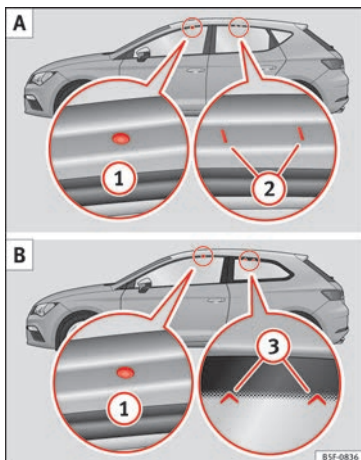

Fig. 187 Leon/Leon SC: puntos de fijación de las barras longitudinales para el portaequipajes del techo.
Los puntos de fijación delanteros y traseros (1) y (2) sólo pueden verse con las puertas abiertas » » fig. 187 A.
Los puntos de fijación delanteros (1) sólo pueden verse con las puertas abiertas. Los puntos de fijación traseros (3) están marcados en el borde superior del cristal lateral con puntas de flecha » » fig. 187 B.